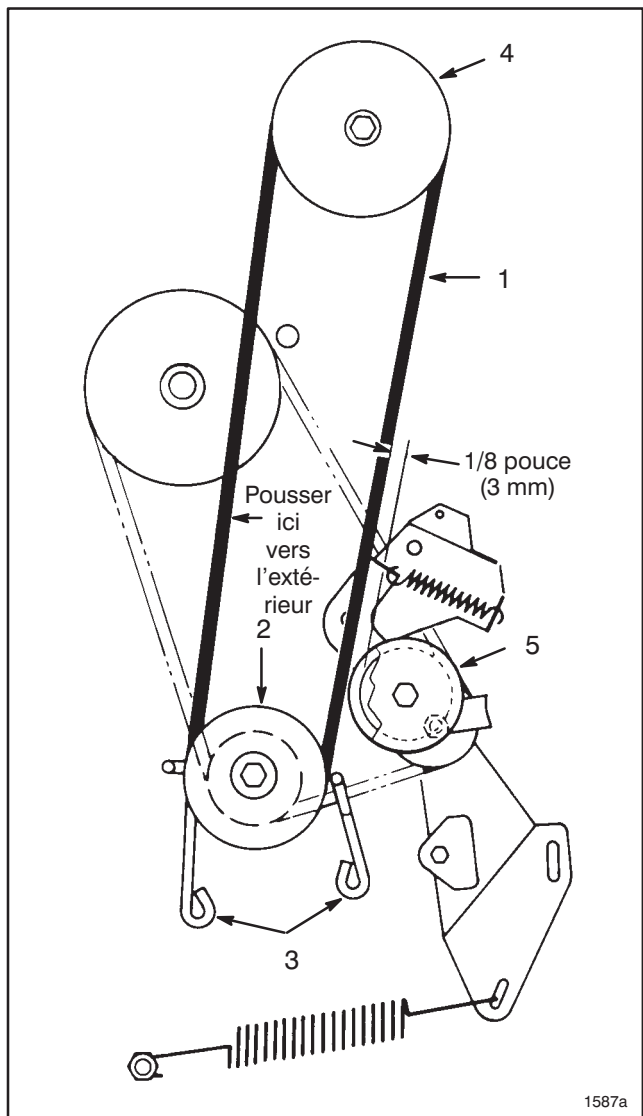

Figure 18
7. Desserrer les boulons de fixation des 2 guides de courroie de la poulie moteur, et écarter les guides de la poulie. Retirer de la poulie moteur la courroie d'entraînement de la lame (Fig. 18).
12. Pousser la courroie vers l'extérieur (pour la tendre) comme illustré à la figure 18, et vérifier l'écart entre l'extérieur de la courroie et la gorge de la poulie de renvoi (Fig. 18). L'écart doit être d'environ 3 mm.